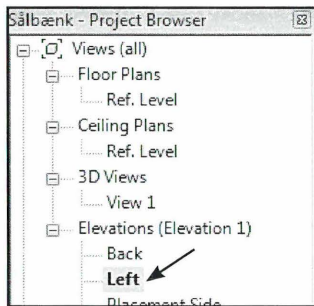

Fig. 08.82. Skift **View** til **Left** i **Project Browseren**.
- Skift **View** til **Left** i **Project Browseren** (Fig. 08.82).